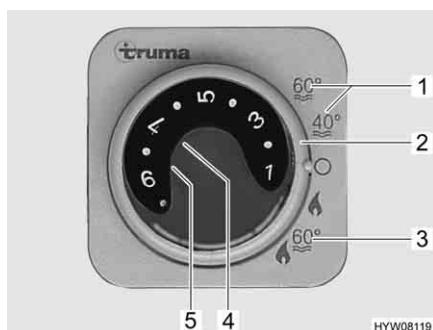

Fig. 127 Centralina di controllo per riscaldamento boiler
Il boiler è integrato nel riscaldamento e funziona a gas (funzionamento a gas) o a gas o a corrente (funzionamento a gas e funzionamento elettrico a 230 V). Il boiler si accende dalla centralina di controllo (Fig. 127) con l'interruttore girevole (Fig. 127,2). Sul selettore di energia (Fig. 131) viene preselezionato il tipo di energia (funzionamento a gas e elettrico a 230 V).
Durante il funzionamento invernale "Riscaldamento e boiler" (Fig. 127,3), accendendo il riscaldamento è riscaldata automaticamente anche l'acqua nel boiler. Quando il riscaldamento si spegne al raggiungimento della temperatura ambiente desiderata, il boiler continua a riscaldare l'acqua, fino a quando questa raggiunge la temperatura impostata.
Durante il funzionamento estivo (Fig. 127,1) l'acqua è riscaldata soltanto nel boiler fino a 40 °C o 60 °C. L'acqua si riscalda a 60 °C in ca. 25 minuti. La spia di controllo gialla (Fig. 127,5) si accende durante la fase di riscaldamento del boiler.
L'alimentazione di tensione per il boiler non può essere interrotta interrompendo l'alimentazione a 12 V sul pannello di controllo. A seconda del modello, in caso di guasto si accende la spia rossa di controllo (Fig. 127,4) sulla centralina di controllo (vedi capitolo 14).
- Sulla centralina di controllo (Fig. 127) posizionare l'interruttore girevole (Fig. 127,2) su "Funzionamento estivo" (Fig. 127,1).
La spia gialla di controllo (Fig. 127,5) si accende durante la fase di riscaldamento. Al raggiungimento della temperatura dell'acqua desiderata, la fase di riscaldamento termina e la spia gialla di controllo si spegne.
- Sulla centralina di controllo (Fig. 127) posizionare l'interruttore girevole (Fig. 127,2) su "O".
La combinazione funzionamento a gas e funzionamento elettrico a 230 V diminuisce il tempo di riscaldamento del boiler (è possibile solo se il boiler viene impostato sulla centralina di controllo (Fig. 127) su funzionamento invernale).